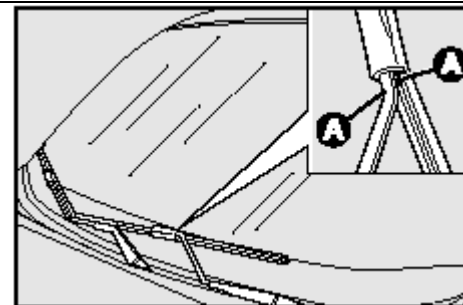

рис. 10
□ Нажмите на закрывки **A** – рис. 10 блокировки щетки и отсоедините требующую замены щетку;